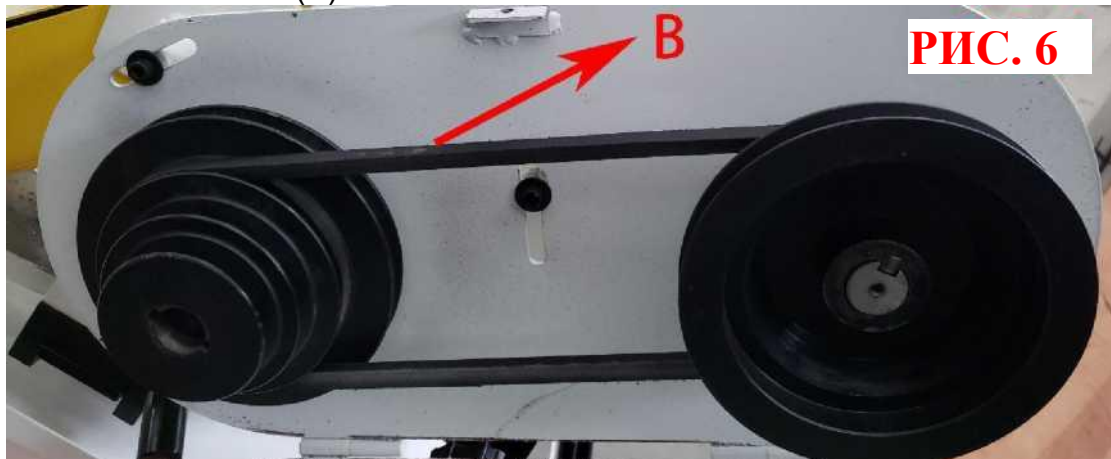

РИС. 6
4. Заправьте ремень (В) Рис. 6 в требуемые канавки в шкивах и отрегулируйте натяжение ремня, перемещая двигатель назад до достижения требуемого натяжения ремня, затем затяните маховик натяжения (А)